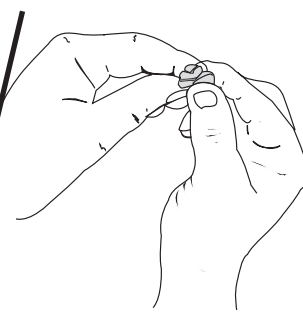

Fig. 40
5. Apriete el filtro para esparcir y retirar el exceso de aceite (Fig. 40).